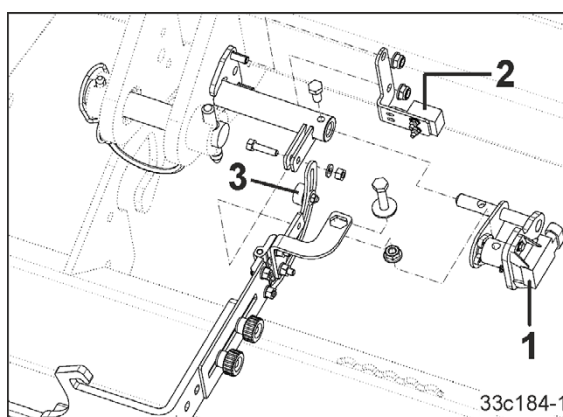

图 50
作业位置传感器 (图 50/1)
- 用于带可调式磁铁 (图 50/3)
作业位置传感器 (图 50/2) 。